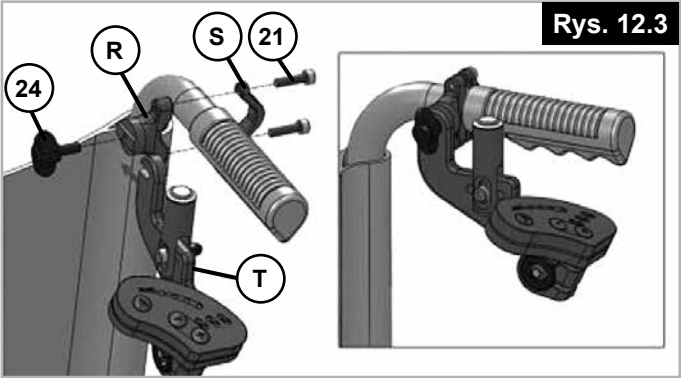

Rys. 12.1
Na czas transportu asystenta pchania można zdemontować. Nie wymaga to użycia narzędzi. Nacisnąć czerwoną dźwignię (M) po obu stronach, żeby odblokować mocowanie, a następnie zdjąć asystenta pchania z wózka (Rys. 12.1).